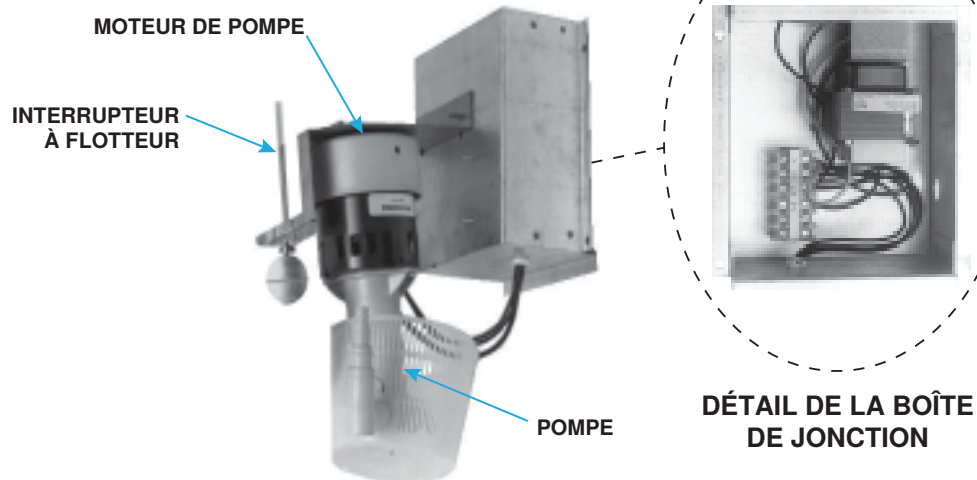

Figure 15. Pompe à eau
2. Retirez la porte de la boîte de jonction et débranchez les deux fils d'alimentation du bornier à l'intérieur de la boîte de jonction (voir Figure 15). Débranchez le tuyau d'alimentation en eau du côté amont du vanne à boisseau sphérique.
3. Retirez les quatre vis à tôle qui fixent la boîte de jonction au module de refroidissement et retirez l'ensemble boîte de jonction/pompe/interrupteur à flotteur (voir Figure 15).